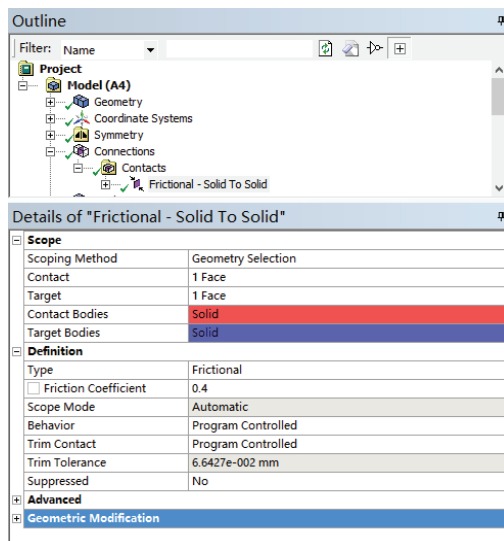

图 8-2 接触设置细节窗口
接触设置的界面如图 8-2 所示。进入接触设置的方法为：
- 选择 Contact Region，此时便出现如图 8-2 所示的细节窗口。